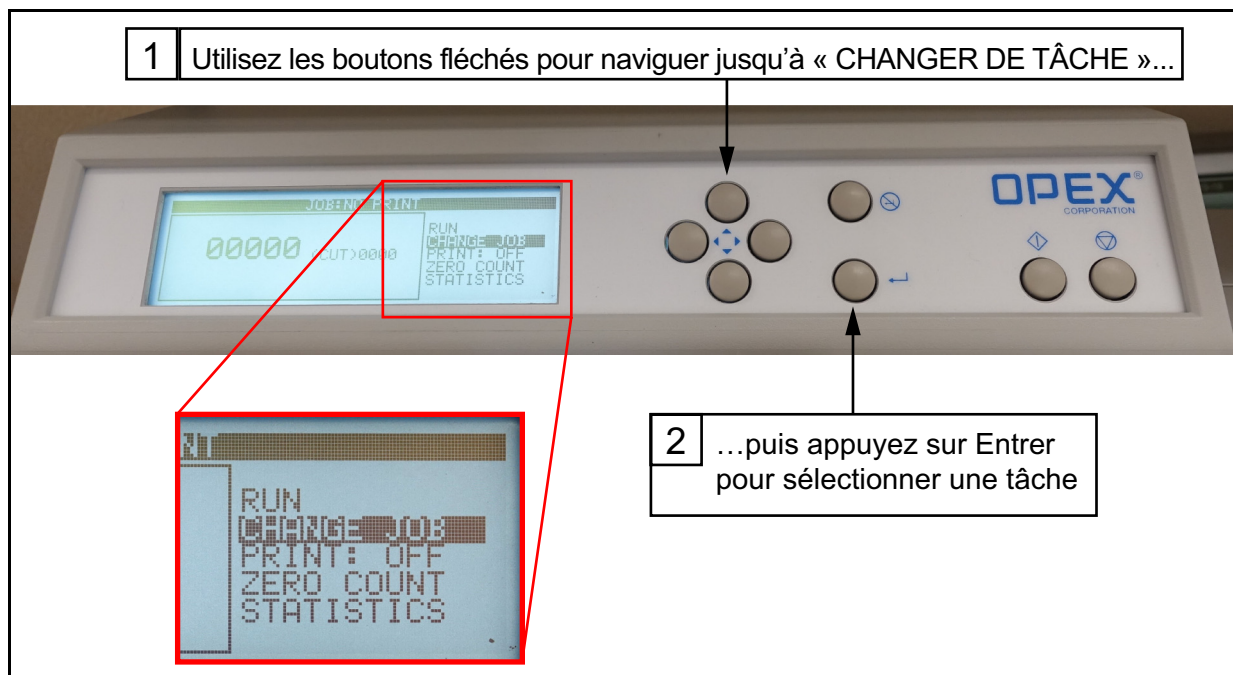

Figure 4-8 : Accéder à l'écran Sélectionner une tâche
6. Accédez à l'écran **Sélectionner une tâche** en utilisant les **flèches** pour mettre en surbrillance **CHANGER DE TÂCHE** dans le menu, puis appuyez sur le **bouton Entrer** (Figure 4-8).
7. Sélectionnez une tâche en la mettant en surbrillance à l'aide **des boutons fléchés**, puis appuyez sur **Entrer** (Figure 4-8).